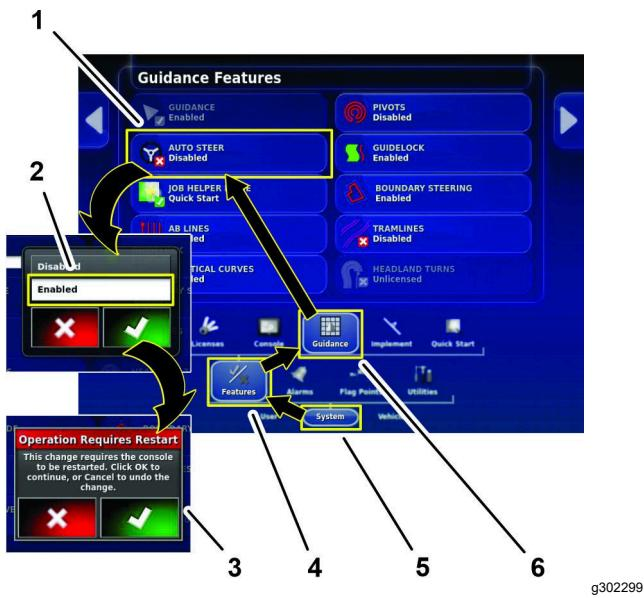

Figura 156
3. Pulse los iconos SISTEMA, CARACTERÍSTICAS, y GUIADO (Figura 156).